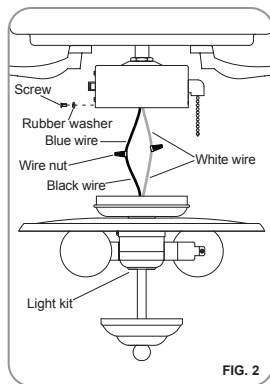

FIG. 2
Step 4: While holding the switch box plate, slide the switch box plate up against the switch box and align the screw holes. Secure the switch box plate to the switch box using the screws and rubber washer removed earlier. (Fig.2)
Paso 4: Mientras toma la place de copa de interruptor, deslice la place de copa de interruptor contra la copa de interruptor y alinee los orificios. Asegure que la place de copa de interruptor a la copa de interruptor usando los tornillos y arandela de goma eliminados antes. (Fig.2)